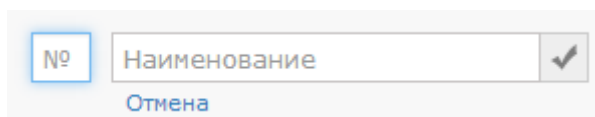

Рисунок 9.100 — Добавление уровня управления
2. Укажите номер и наименование уровня управления (рисунок 9.100). Нажмите на кнопку .